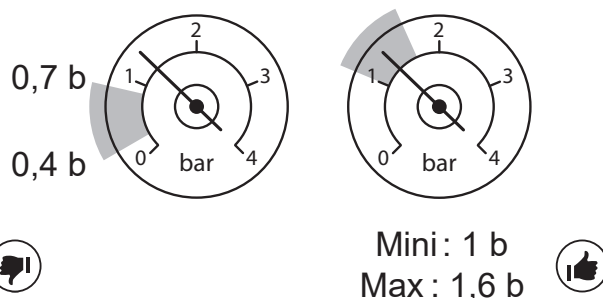

fig. 4 - Plages de pression
- Si besoin ("**fig. 4 - Plages de pression**") :